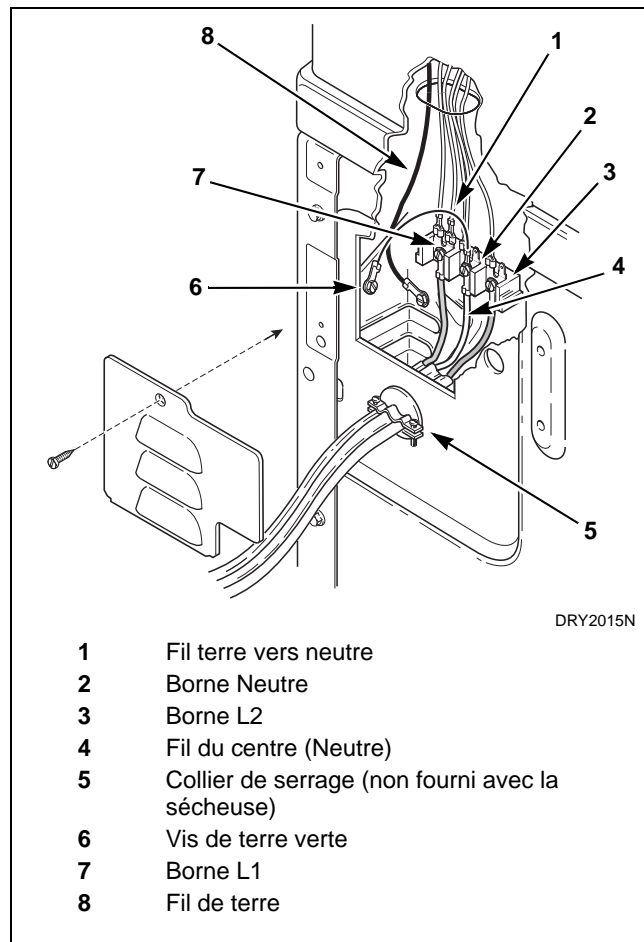

Figure 25
- Utiliser les trois vis argentée enlevée à l'étape 3 pour attacher les fils du nouveau cordon d'alimentation et l'autre bout du fil de terre vert au bornier comme indiqué à la Figure 25.